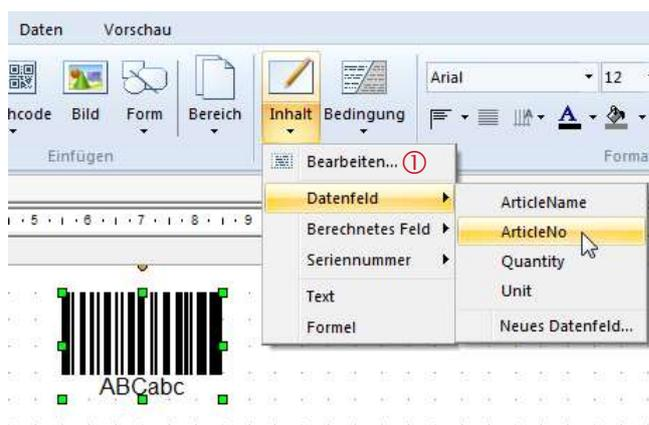

Abbildung 42: Elementinhalt bearbeiten
Um den Inhalt eines bestehenden Elements zu bearbeiten, selektieren Sie zuerst das Element und verwenden Sie dann das Menü **Entwurf ► Bearbeiten | Inhalt**. Anstelle des Kommandos **Bearbeiten...** in ① (siehe Abbildung 42) können Sie auch auf das Element rechtsklicken und dann **Elementinhalt...** aus dem Kontextmenü auswählen, das Tastenkürzel **F2** verwenden oder das Element **doppelklicken**.